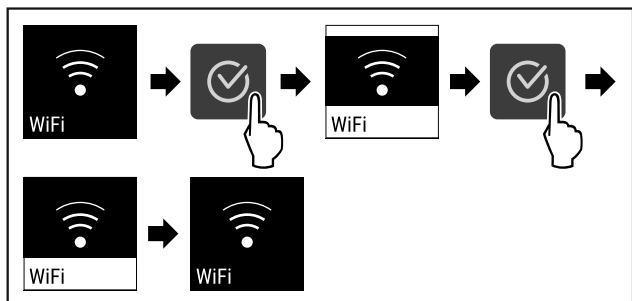

Fig. 86
- ▶ Vykonať kroky akcie (pozri Fig. 86) .